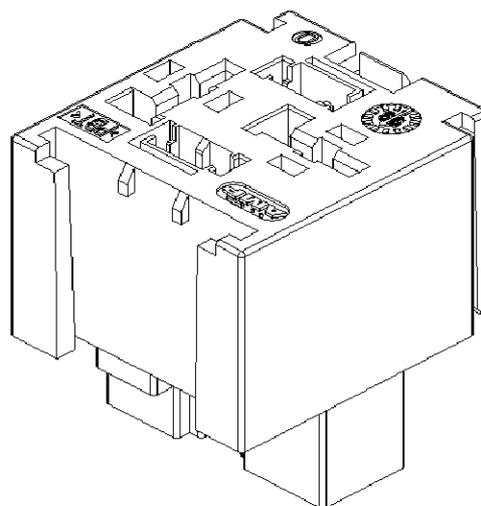

Figure 2
- Clip MPT pour le passage de la puissance (Pour les modules réf. 1-953615-x et 2-953615-x, voir Figure 2)